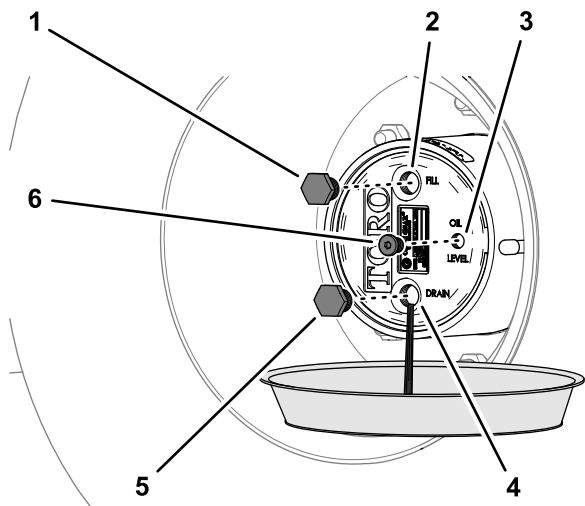

Figura 86
2. Posizionate una bacinella di spurgo sotto il mozzo della trasmissione degli ingranaggi a ruotismo planetario, rimuovete il tappo di spurgo, il tappo di riempimento e il tappo di controllo e lasciate spurgare completamente l'olio (Figura 86).